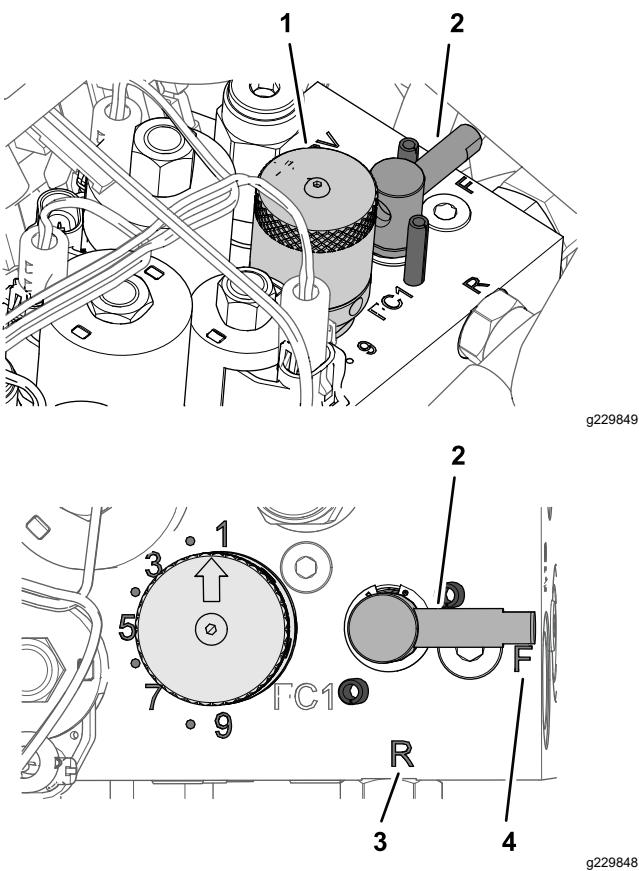

Bild 65
4. Drehen Sie den Läpphebel in die R-Stellung (Bild 65).
5. Drehen Sie das Handrad für die Spindeldrehzahl auf die Einstellung 1 (Bild 65).